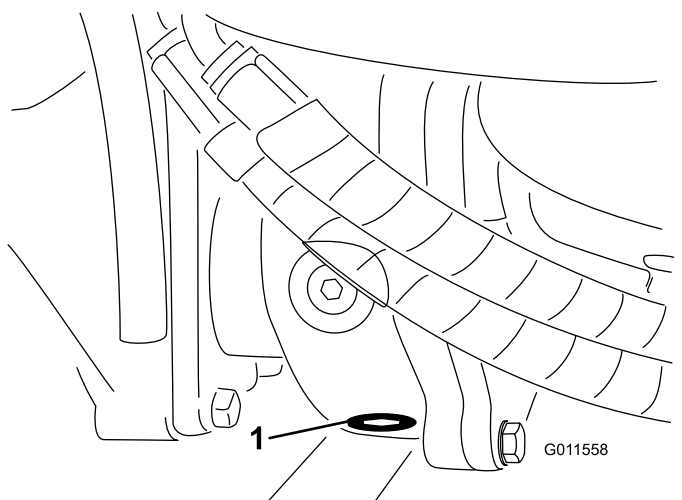

Figura 110
5. Limpie la zona alrededor del tapón de vaciado en la parte inferior de la caja de engranajes (Figura 110).